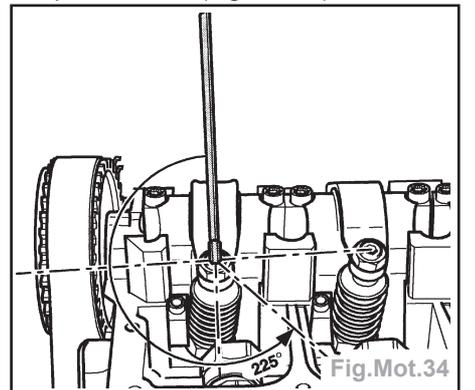

Fig.Mot.34
- Faire décrire une rotation de 225° environ à la vis de réglage dans l'autre sens depuis la butée (Fig.Mot.34).